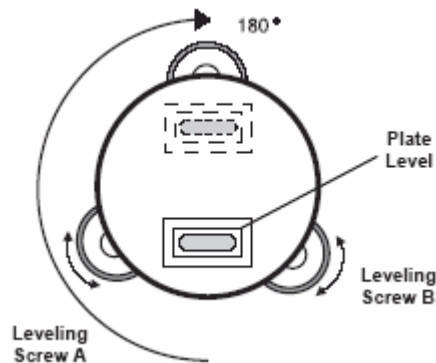

Figura A-2. Comprobación del nivel de alidada
1. Sitúe el nivel de alidada en paralelo con una línea que pase por el centro de dos tornillos de nivelación; por ejemplo los tornillos de nivelación A y B (Figura A-2).
3. Gire el instrumento 180° o $200g$ sobre el eje vertical y compruebe el movimiento de la burbuja del nivel de alidada (Figura A-2). Si la burbuja se ha desplazado, ajuste el nivel de alidada como se indica en la sección Ajuste del nivel de alidada.
3. Gire de nuevo el instrumento 180° o 200g sobre el eje vertical y compruebe la marca de centro (Figura A-2). Si ha conseguido alinear el punto no será necesario realizar más ajustes. De lo contrario repita el procedimiento.